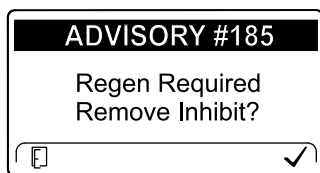

Рисунок 37
**Примечание:** Если вы установите в инфо-центре запрет регенерации, на экране через каждые 15 минут будет отображаться ИНФОРМАЦИОННОЕ СООБЩЕНИЕ № 185 (Рисунок 37), и двигатель будет запрашивать регенерацию со сбросом.